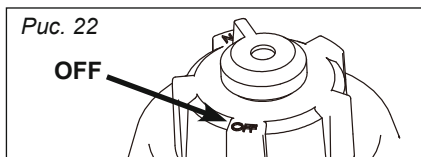

Рис. 22
3. Перекройте клапан крышки топливного бака — положение «OFF» (рис. 22).